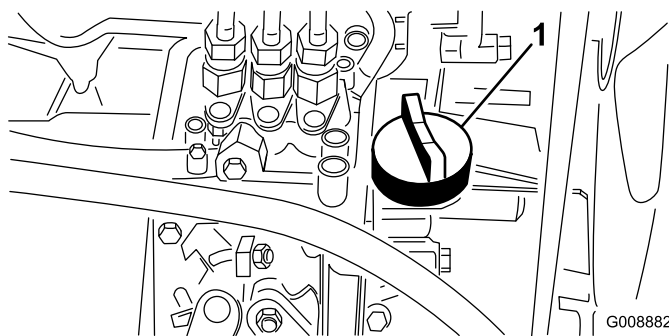

Figure 25
4. Si le niveau est bas, retirez le bouchon de remplissage (Figure 25) et versez progressivement de petites quantités d'huile, en vérifiant fréquemment le niveau, jusqu'à ce que l'huile atteigne le repère maximum sur la jauge.